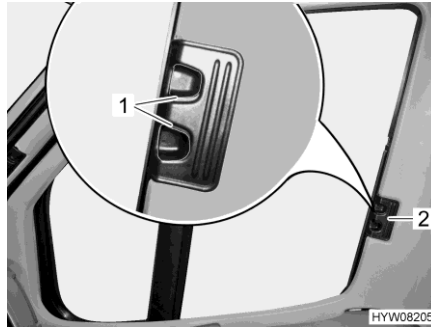

Bild 110 Plisségardin (förar-/passagerarfönster)
- Tryck in låshandtagen (Bild 110,1) och håll dem intryckta.
- Ta tag i handtaget (Bild 110,2) och dra plisségardinerna för förar- och passagerarfönstret till den andra fönstersidan och fäst med magnetrem-sorna.
- Ta tag i handtaget (Bild 110,2) till plisségardinerna för förarfönstret och passagerarfönstret och skjut in dem så långt det går.
- Släpp låshandtagen (Bild 110,1) och låt dem haka fast.